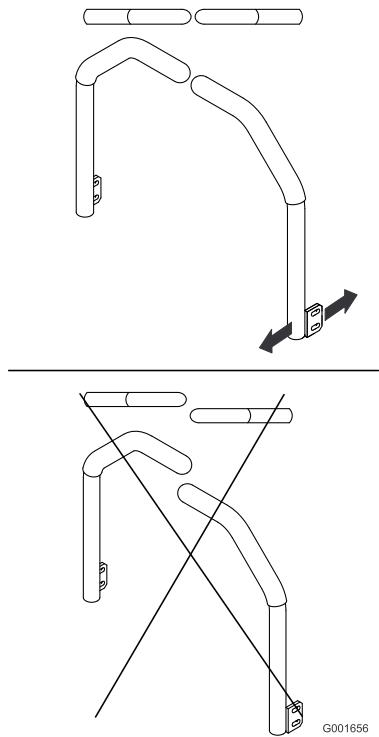

Figura 67
- Ajuste as alavancas de controlo de forma a ficarem alinhadas (Figura 67) e aperte os parafusos, prendendo as alavancas às hastas.